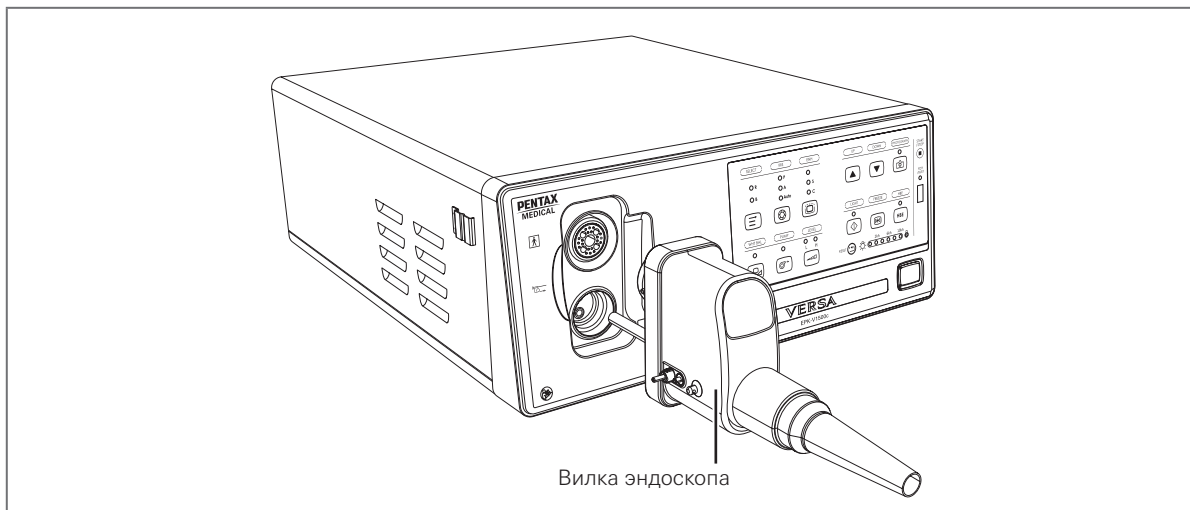

Рис. 3.3
4. Вставьте до щелчка коннектор световода в гнездо для эндоскопа на передней панели источника света (см. рис. 3.3).